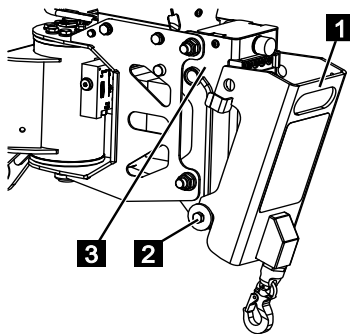

Fig. 162
2. Mettre le dispositif de levage (Fig.162/1) en place dans la fixation (Fig.162/2) et la pousser dans le logement (Fig.162/3).